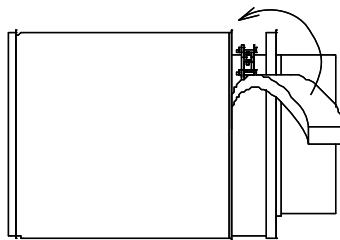

Figure 56 - Longueur ajustable, ÉTAPE D'INSTALLATION E
4. Pour une installation correcte, la longueur ajustable doit présenter un chevauchement adéquat et une réserve suffisante pour la dilatation thermique. Voir **Figure 56** - Longueur ajustable, et **Tableau 15**.
- e. Remplir l'espace entre la paroi intérieure et la paroi extérieure avec la bande isolante fournie. Voir **Figure 56** (DIS seulement).